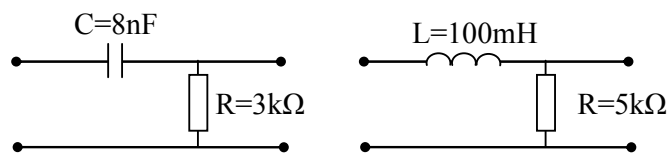

Figura 4
2. Pentru circuitele din figura 4 să se calculeze modulul funcției de transfer la frecvențele $f_t/10$, $f_t/\sqrt{3}$, f_t , $\sqrt{3}f_t$, $10f_t$, unde f_t este frecvența de tăiere a circuitului, frecvența la care modulul funcției de transfer scade cu 3dB.